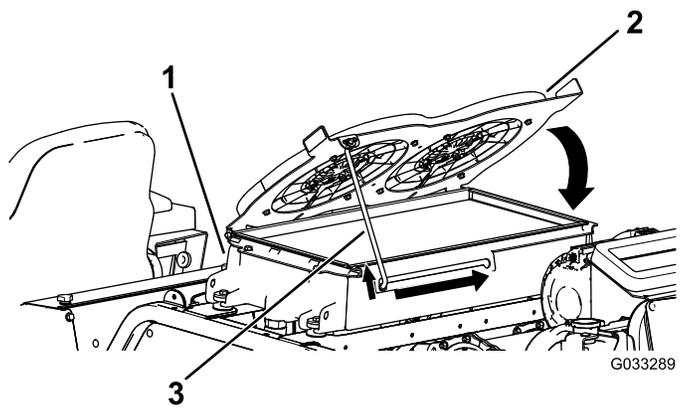

図 123
4. 油圧オイルクーラ下に倒して支え棒で支える (**図 123**)。